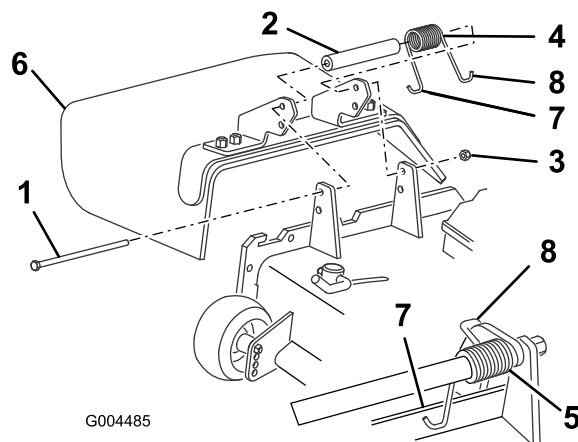

Figure 78
2. Retirez le contre-écrou, le boulon, le ressort et l'entretoise qui fixent le déflecteur aux supports de pivot (Figure 78). Enlevez le déflecteur s'il est endommagé ou usé.
3. Placez une entretoise et un ressort entre les supports du déflecteur d'herbe de rechange (Figure 78). Accrochez l'extrémité en J gauche du ressort derrière le bord du tablier.
**Remarque:** Accrochez l'extrémité en J gauche du ressort derrière le bord du tablier avant de mettre le boulon en place, comme indiqué à la Figure 78.
4. Remettez le boulon et l'écrou. Accrochez l'extrémité en J droite du ressort au déflecteur d'herbe (Figure 78).